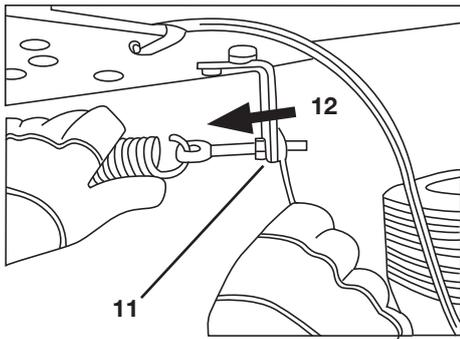

Bild 7
Sollte sich das Auswurfsieb zu oft bzw. zu leicht öffnen, können Sie die Federvorspannung mittels Ösenschraube (11) einstellen. Dazu müssen die Sechskantmutter (SW 13) auf der Ösenschraube (11) in Richtung Feder (12) verstellt werden (siehe „Bild 7“).